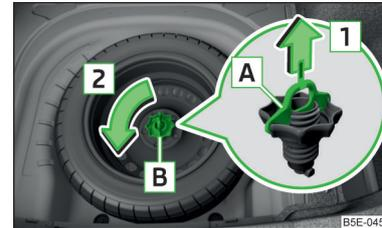

Abb. 198
Das Rad befindet sich in einer Mulde unter dem Bodenbelag im Gepäckraum und ist mit einer Spezialmutter **B** befestigt » Abb. 198.
- Die Sicherung **A** in Pfeilrichtung **1** herausziehen » Abb. 198.
- Die Mutter **B** entgegen der Pfeilrichtung **2** einschrauben » Abb. 198.